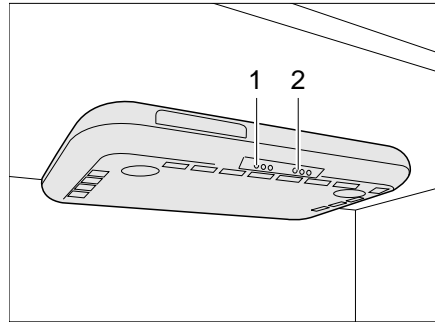

Bild 136 Dunstabzug
- Den Dunstabzug mit dem Schalter (Bild 136,1) ein- und ausschalten.
- Die Kochstellenleuchten mit dem Schalter (Bild 136,2) ein- und ausschalten.